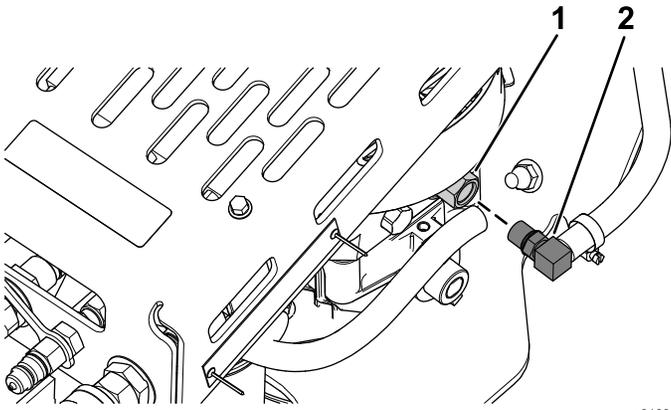

Figure 5
5. Retirez le raccord coudé du raccord sur la pompe hydraulique (Figure 5).